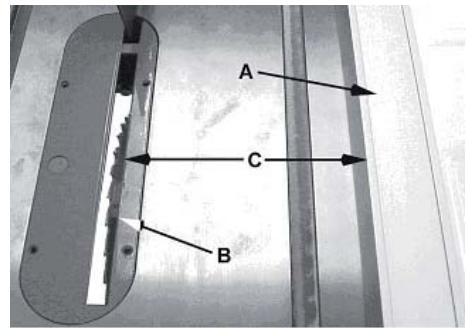

Рис. 29
- Паралельний упор (A, Рис. 29) повинен бути встановлений за ширину розпилу (C, Рис. 29), використовуючи шкалу передньої планки або вимірювши відстань між пильальним диском (B) та упором (A).